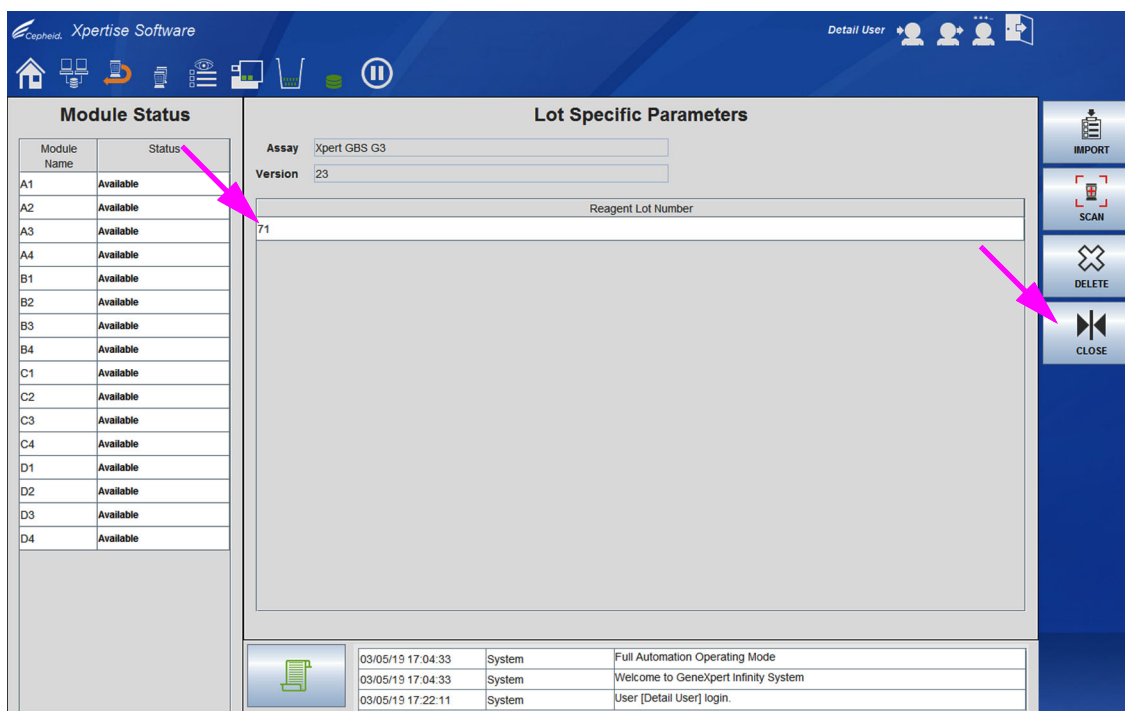

图 2-65. 已添加试剂批号 (Reagent Lot Number) 的特定批次参数 (Lot Specific Parameters) 工作区
6. 新批号出现在试剂特定批次参数 (Reagent Lot Specific Parameters) 列表中。请参见图 2-65。
7. 在试剂特定批次参数 (Reagent Lot Specific Parameters) 工作区选择**关闭 (CLOSE)** 按钮, 以返回管理检测法 (Manage Assays) 菜单。请参见图 2-65。
2. 选择**特定批次参数 (LOT SPECIFIC PARAMETERS)** 按钮。试剂特定批次参数 (Reagent Lot Specific Parameters) 工作区会显示。请参见图 2-65。